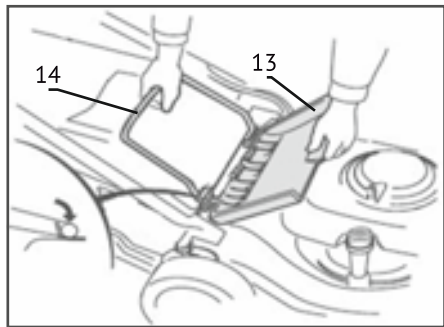

рис. 3
Поднимите заднюю крышку (13) и установите травосборник (14) как показано на рис. 3.